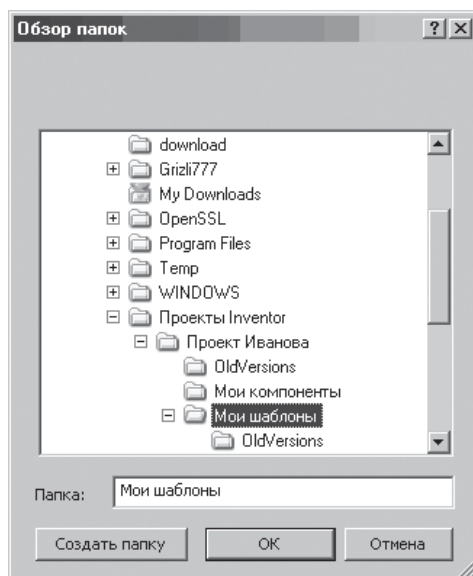

Рис. 1.12
5. Укажите в диалоговом окне **Обзор папок** (рис. 1.12) путь к папке с собственными шаблонами — ...**Проекты Inventor\Проект Иванова\Мои шаблоны**, затем нажмите кнопку **ОК**.